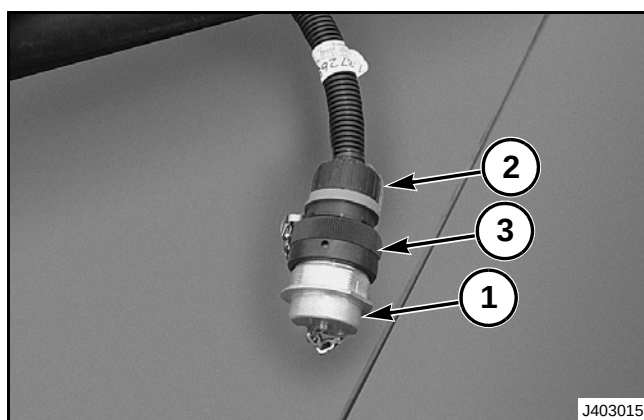

**FIG. 12**
**FIG. 12:** Quite las tapas de protección (1) en el enchufe del mazo de cables del cabezal (2) y en la toma del tractor. Conecte el enchufe del mazo de cables del cabezal en la toma del tractor. Gire el anillo de traba (3) hacia la derecha para fijar firmemente los conectores.